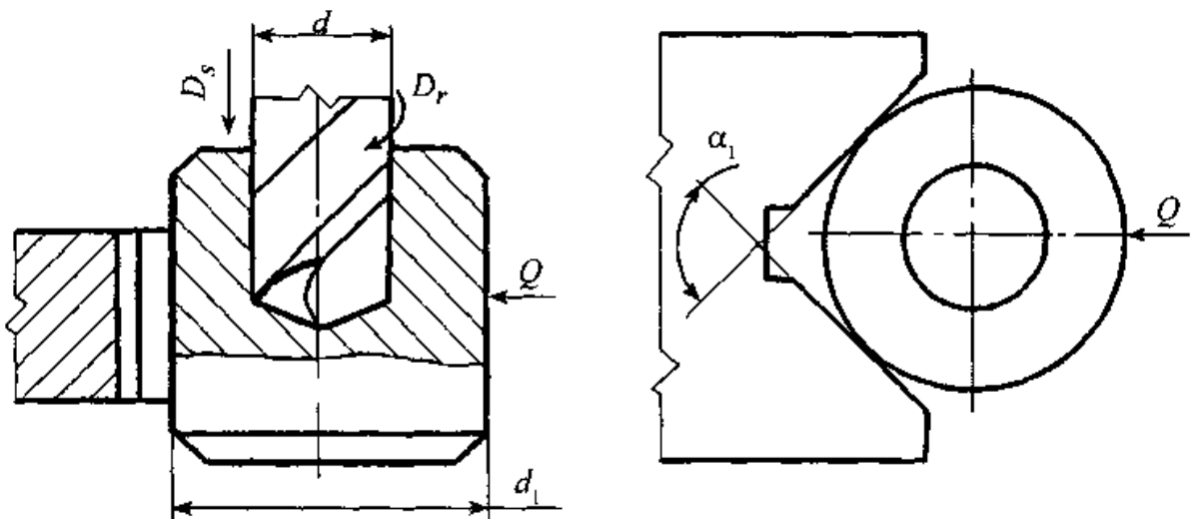

Рис. 11
14. Выведите уравнение для определения необходимой силы закрепления при обработке осевым инструментом на сверлильном станке (рис. 11).